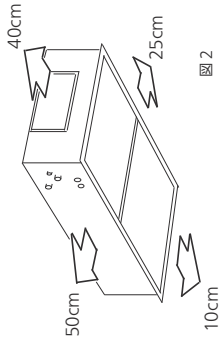

図 2
- 室内ユニットと障害物までの距離は図 2 に従ってください。